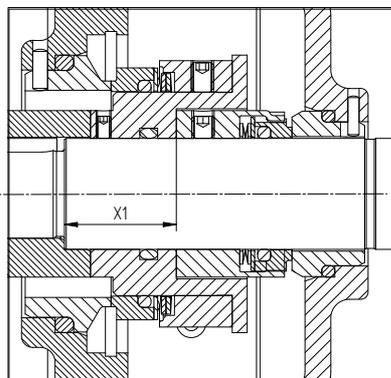

Figura 16: Regolazione della tenuta meccanica MD1.
- 6 Posizionare la parte rotante della tenuta (1220) sull'albero. Regolarne la posizione ad una distanza X1 (vedere la figura 16 e tabella corrispondente). Bloccare in tale posizione con il set di viti.